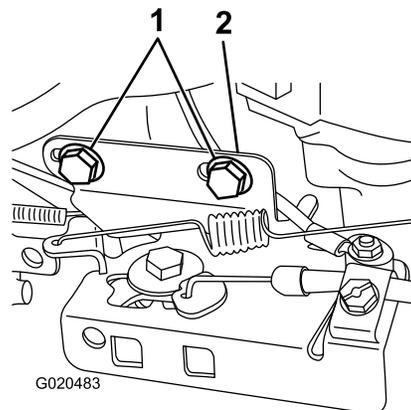

Figure 29
1. Desserrez les 2 boulons qui maintiennent le support de fixation du câble et faites glisser le support le plus loin possible vers la gauche, puis resserrez les 2 boulons (**Figure 29**).